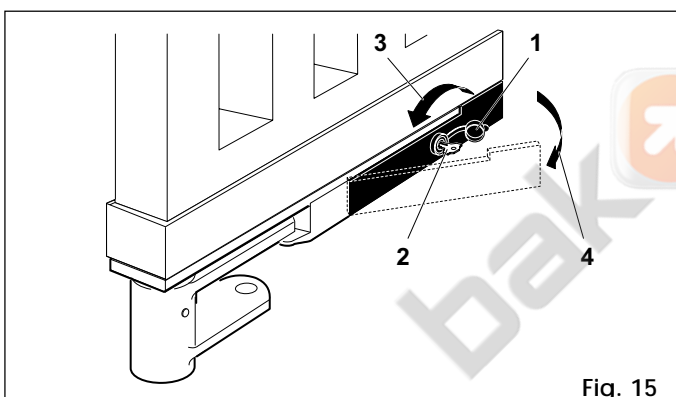

Fig. 15
- ouvrir le capot de protection de la serrure (fig. 15-rep. 1)
- insérer la clé de déverrouillage dans la serrure (fig. 15-rep. 2)
- tourner la clé dans la direction du pilier jusqu'à l'arrêt (fig. 15-rep. 3)
- tirer la clé vers soi (fig. 15-rif. 4)